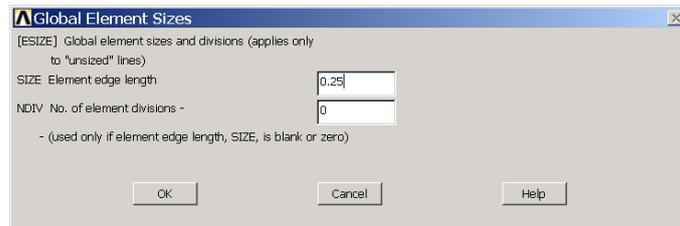

图10.14 总体单元尺寸设置
(10) 下面进行网格划分。单击 **Main Menu>Preprocessor>Meshing>Mesh Tool** 菜单, 接着单击【Mesh Tool】窗口中【Size Controls】栏里【global】旁边的 **Set** 按钮, 会弹出单元大小设置对话框, 如图 10.14 所示。在【Element edge length】文本框中输入【0.25】, 并单击【OK】按钮。